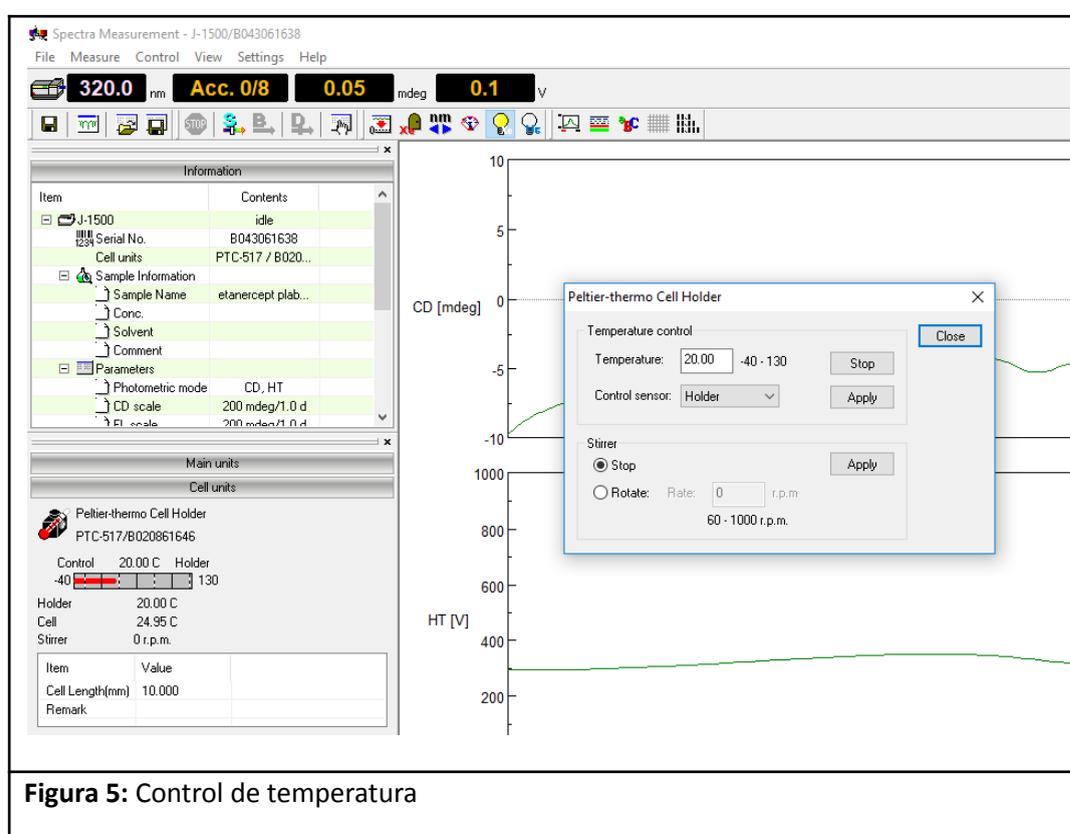

Figura 5: Control de temperatura
- 7) Si necesita regular la temperatura, la misma debe fijarse en dos lugares diferentes: desde la pestaña *Control*, *PTC-517* (Figura 5) y desde *Measure*, *Parameters*, *Cell Unit*. Se puede ver la temperatura de la celda al costado izquierdo de la pantalla bajo el nombre de *Holder*.